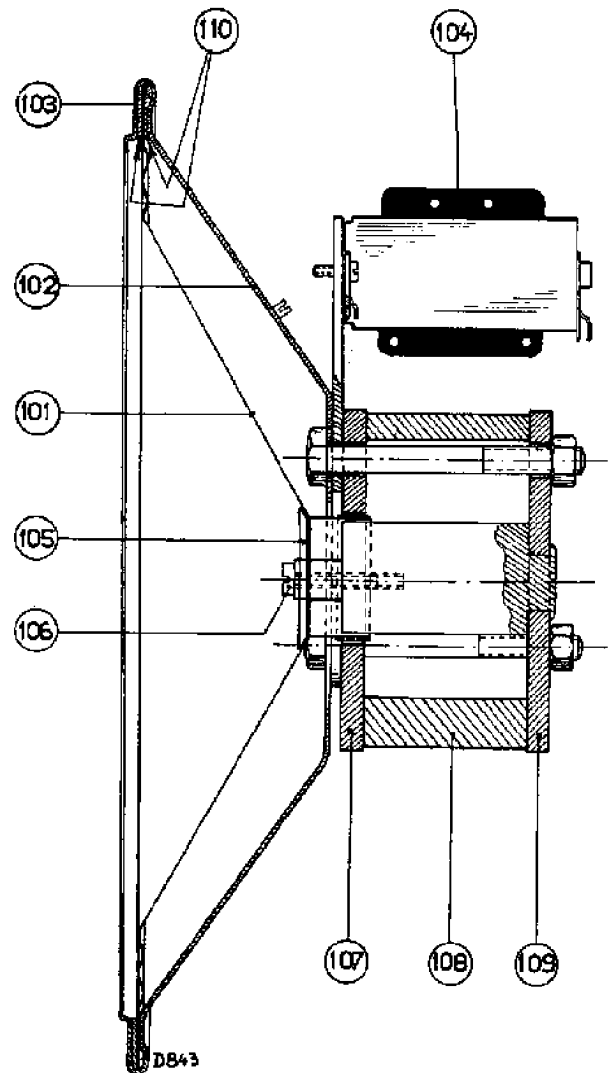

Abb. 3
2. Vorder- oder Hinterplatte (Nr. 107 und 109 Abb. 3) dürfen unter keiner Bedingung vom Magneten gezogen werden, weil dieser sonst erheblich geschwächt würde.